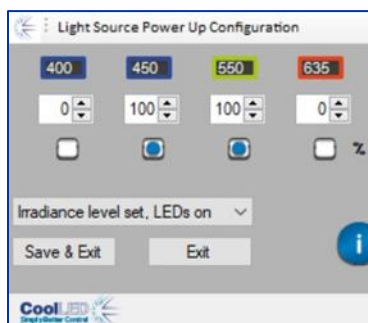
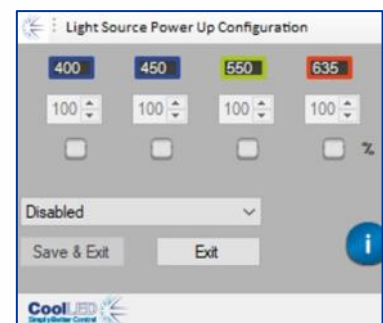

Figura 18
Figura 20
3. Selecione o estado de arranque da fonte de luz utilizando a caixa pendente (ver Figura 18 a Figura 20).